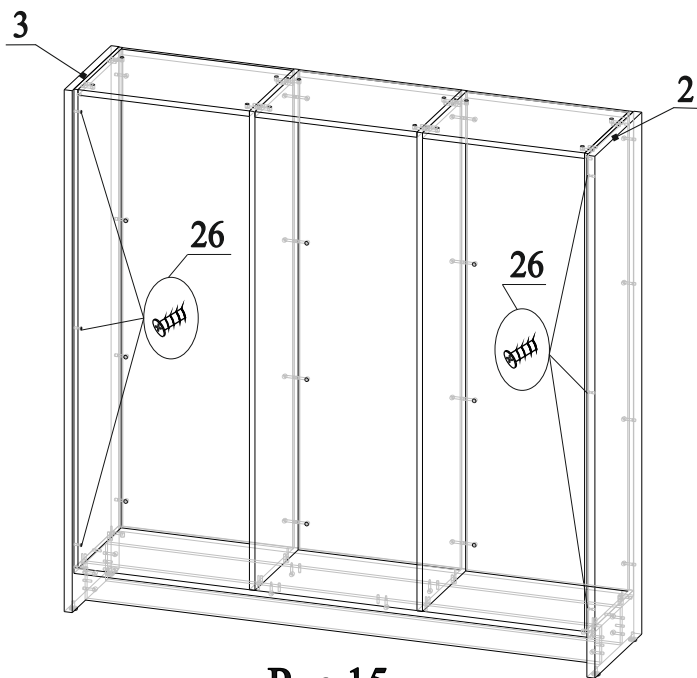

Рис.15
26. Соединить детали 2 и 3 с деталями 7, 8 и 9 (детали 2 и 3 с деталями 9 соединяются через сквозные отверстия в деталях 4 и 5), затянуть эксцентрики по часовой стрелки до упора (рис.15);
27. Закрутить винты 26 в муфты 20 через отверстия в деталях 4 и 5 (рис.15);